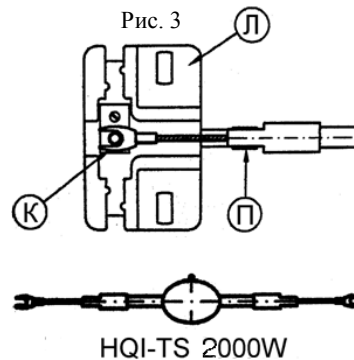

Рис. 3
5.4. *Установка лампы и ее замена (рис. 3):*